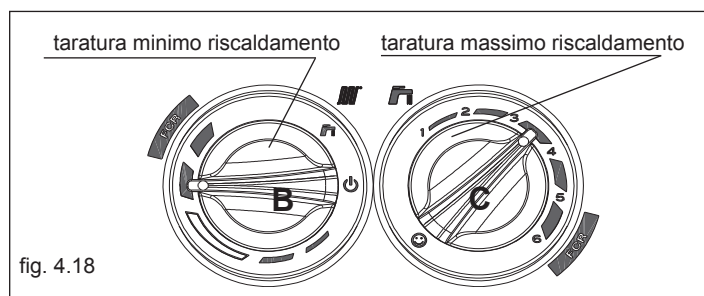

fig. 4.18
- ruotare la manopola di regolazione temperatura acqua riscaldamento **B** (fig. 4.18) fino a raggiungere il valore di minimo riscaldamento come indicato nella tabella multigas
- ruotare la manopola di regolazione temperatura acqua sanitario **C** (fig. 4.18) fino a raggiungere il valore di massimo riscaldamento come indicato nella tabella multigas